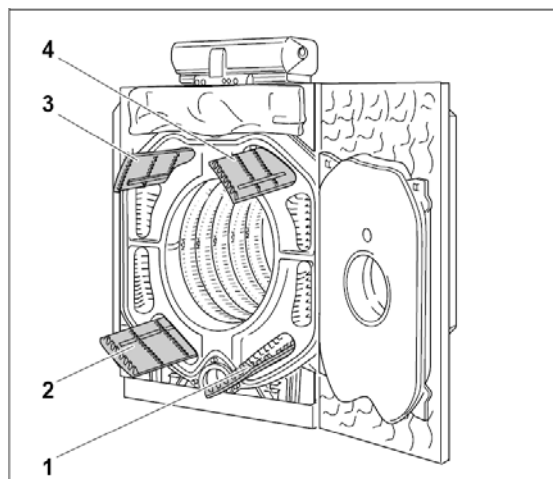

Fig. 55
- Lyft retarderna fram och ut av rökgångarna (Fig. 55, **pos. 1-4**).